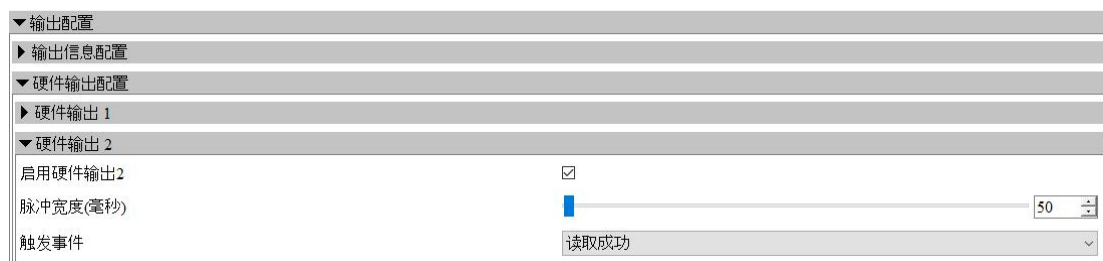

Fig 62. 硬件输出配置
1. 如 Fig 62 所示，读码器提供了两种硬件输出方式。**该输出方式（PNP 还是 NPN）完全取决于硬件的接线方式。**在进行配置前，请参考章节 5.2 完成硬件的连接。其中